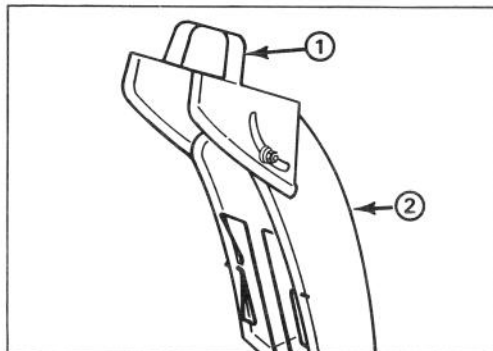

Figure 12
**Poignée de déflecteur** (fig. 12)—Celle-ci se trouve sur le dessus de la goulotte d'éjection et sert à régler la hauteur du jet de neige.